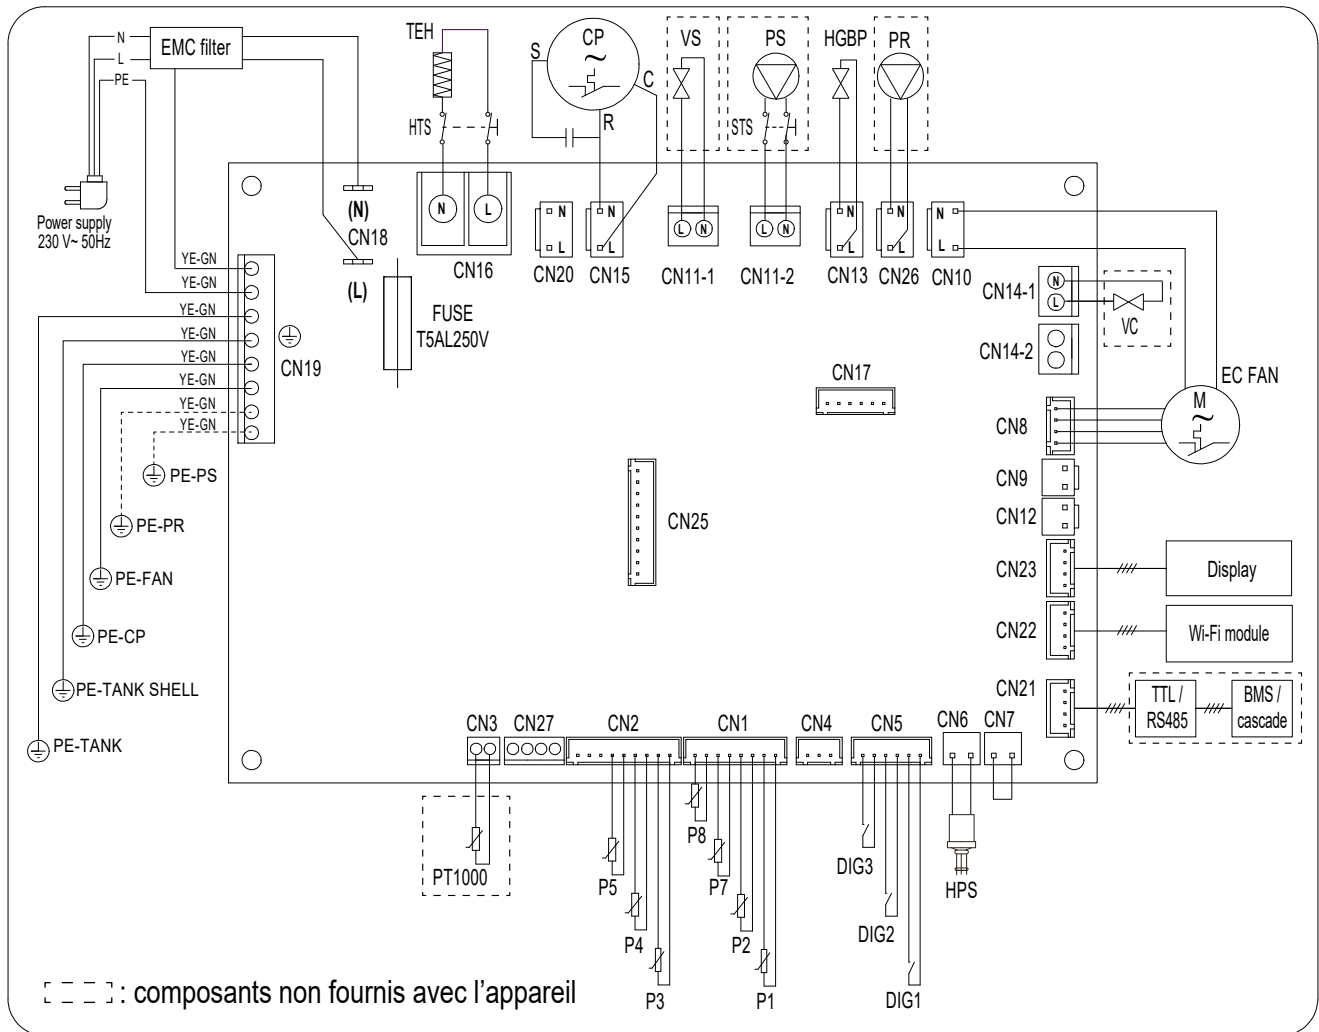

fig. 72 - Schéma de câblage de l'équipement
- 1) La pompe de recirculation (part.16) doit être connectée à la borne CN26 de la carte mère maître (réf. « fig. 72 - Schéma de câblage de l'équipement" en page 321).
- 2) Monter une électrovanne normalement ouverte (part. 19) pour chaque unité de la cascade. La vanne doit être raccordée à la borne CN14-1 (réf. « fig. 72 - Schéma de câblage de l'équipement" en page 321) de la carte mère de chaque boîtier.